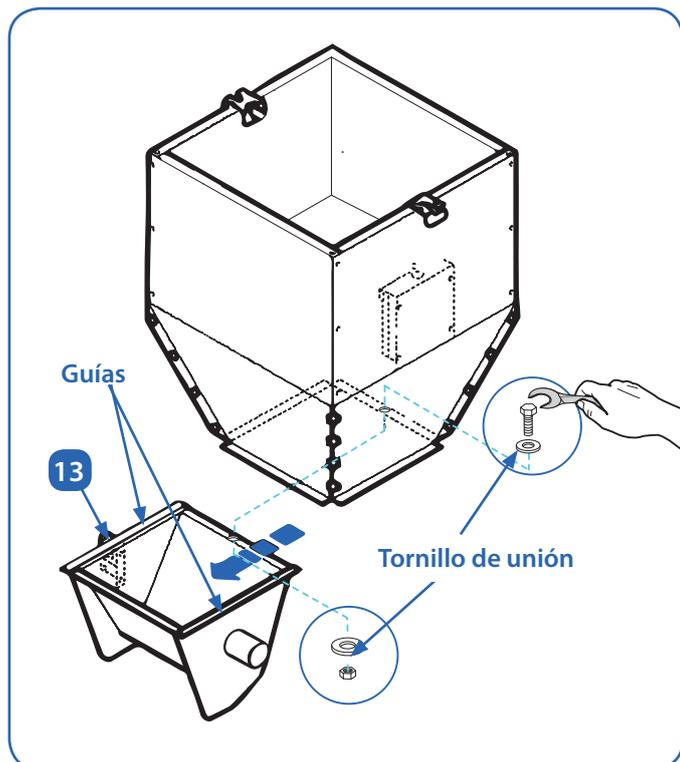

Fig. 05.06. Ensamblaje tolva superior con la tolva inferior.
- Se desliza la tolva superior por encima de la tolva inferior mediante las guías. Para conseguir una mayor fuerza de anclaje se atornillan las dos partes mediante el tornillo facilitado para ello el agujero en las dos piezas (Fig. 05.06.).